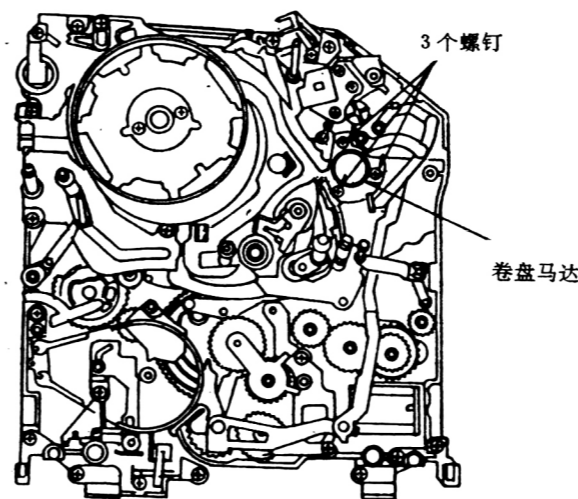

图 1-3-58
3. 安装上卷盘马达并拧紧如图 1-3-58 所示的三个螺钉。